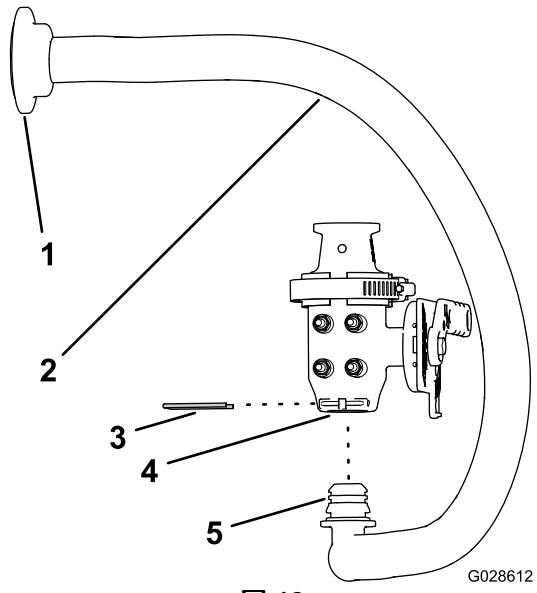

図 18
3. エダクタの給液 サプライ ホースの 90° エルボをエダクタバルブの下部に組み付ける 図 18。
図 18。